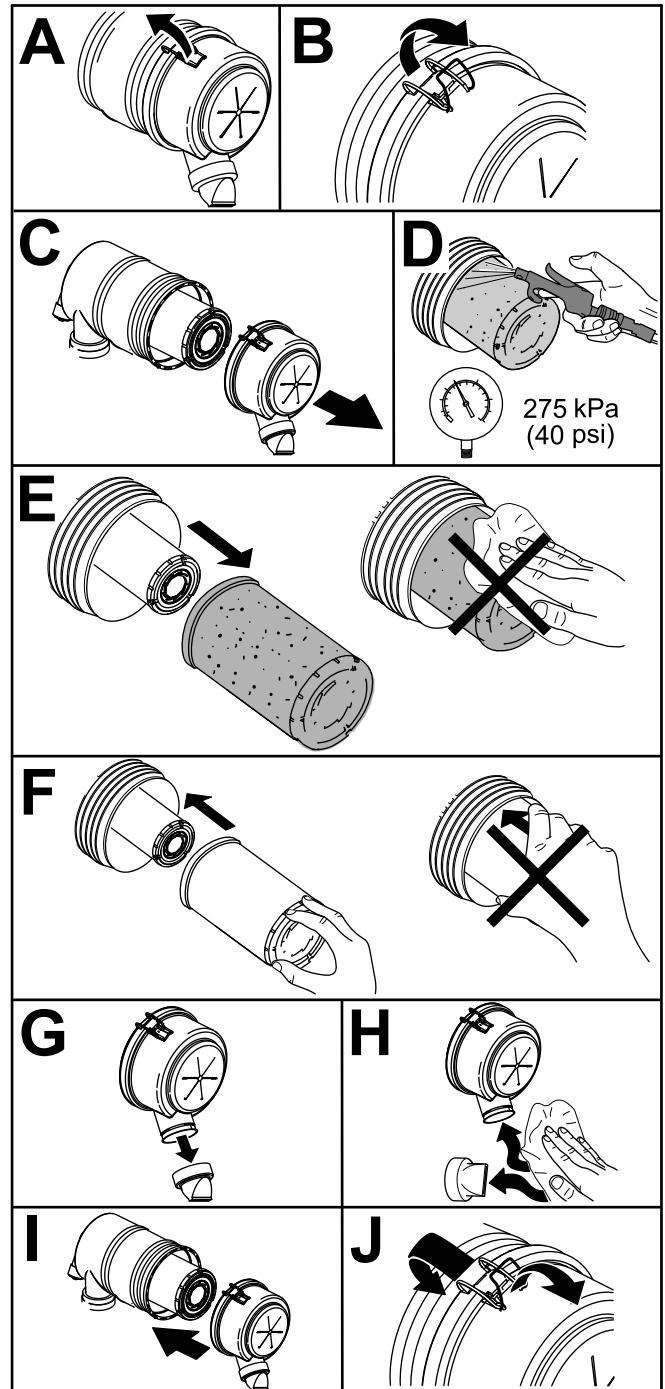

Рисунок 53
- Замените элемент воздушного фильтра (Рисунок 53).